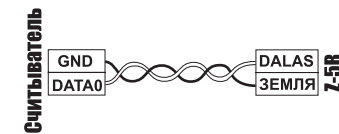

Рис.3 Подключение считывателя витой парой.
****Для обеспечения удаленности установки считывателя (указанной в характеристиках) необходимо использовать UTP кабель с витой парой (например соответствующий стандарту CAT5e). При этом один провод витой пары подключается на GND, второй на D0 (рис.3).